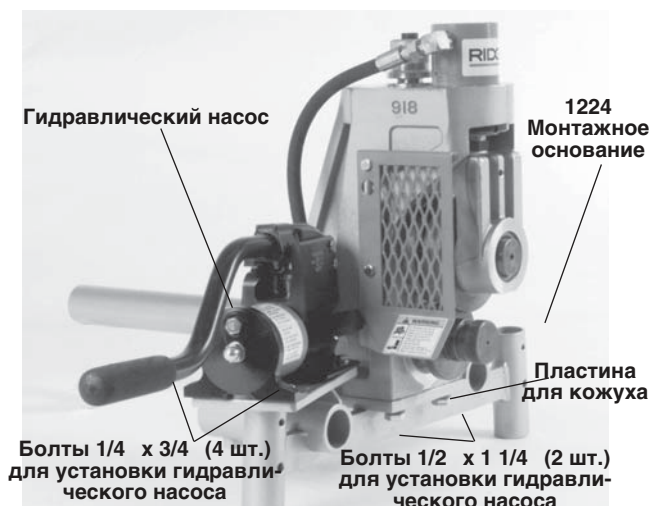

Рисунок 5 – Высокомощный желобонакатчик № 918 на монтажном основании резьбонарезного станка № 1224
2. Выверните № 918 на монтажном основании 1224. (Рисунок 5)